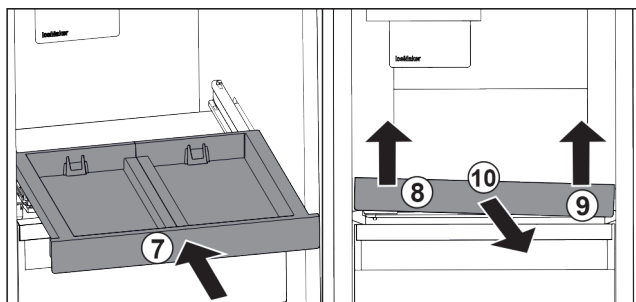

Fig. 86
- ▶ Inserați raftul extractibil. Fig. 86 (7)
- ▶ Ridicați raftul extractibil din față stânga. Fig. 86 (8)
- ▶ Ridicați raftul extractibil din față dreapta. Fig. 86 (9)
- ▶ Extrageți raftul extractibil spre înainte. Fig. 86 (10)